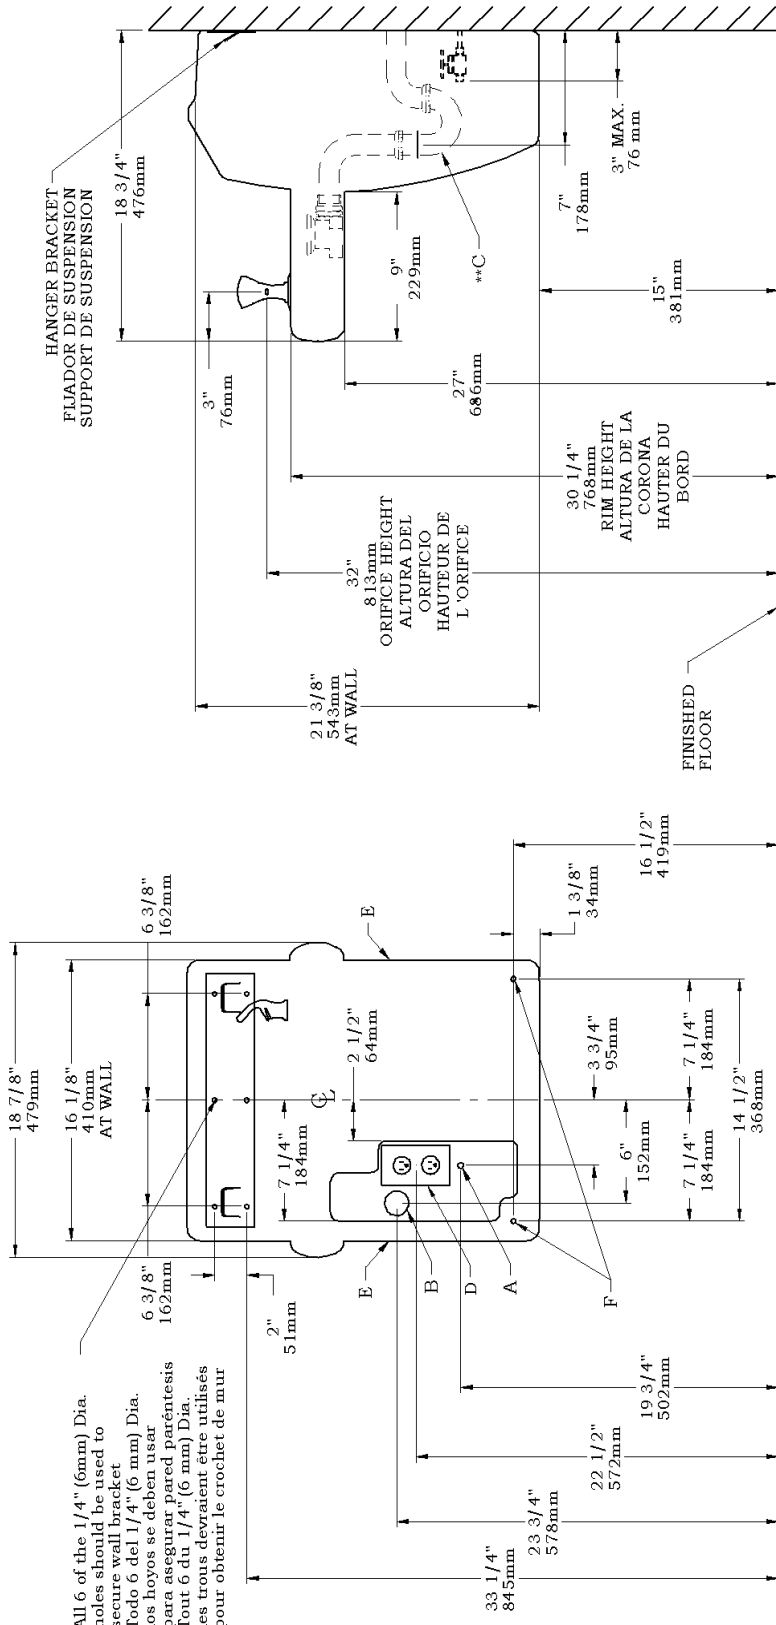
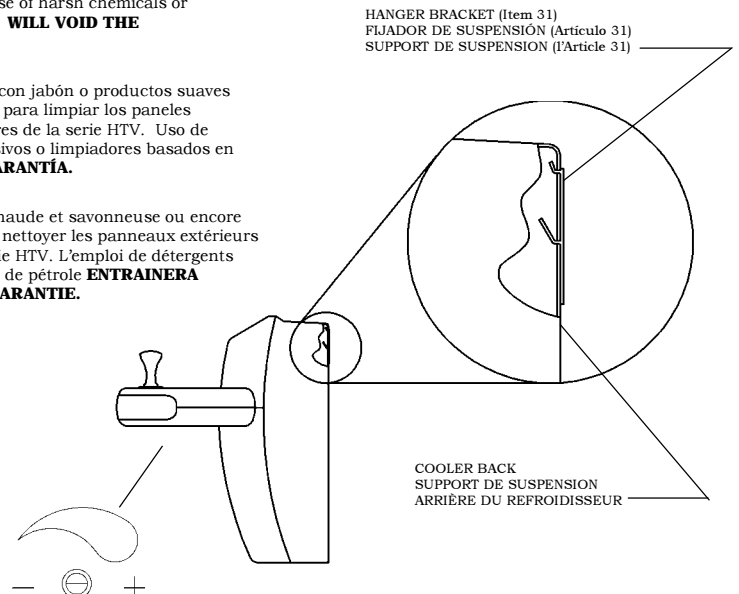

Fig. 2
Fig. 3
- 1) Remove hanger bracket fastened to back of each cooler by removing one (1) screw.
- 2) Mount the hanger brackets as shown in Fig. 2 & Fig 3.
- NOTE:** Hanger Bracket MUST be supported securely. Add fixture support carrier if wall will not provide adequate support. Anchor hanger securely to wall using all six (6) 1/4 in. dia. mounting holes.
- 3) Hang the cooler on the hanger bracket. Be certain the hanger bracket is engaged properly in the slots on the cooler back as shown in Figure 3.
- 8) Stream height is factory set at 35 PSI. If supply pressure varies greatly from this, adjust screw located under dispenser bottom (Item 36). See Fig. 3. CW adjustment will raise stream and CCW adjustment will lower stream. For best adjustment, stream should be 1 1/2" above bubbler hood. (See Fig. 9)
- 1) Quita gancho paréntesis abrochó para apoyar de más fresco quitando uno (1) tornillo.
- 2) Monta el paréntesis de gancho como mostrado en la Fig 2. & Fig 3.
- 8) La altura de la corriente es el conjunto de la fábrica en 35 PSI. Si la presión del suministro varía magníficamente de esto, ajusta el tornillo localizado bajo el fondo de dispenser (Artículo 36). Vea Fig. 3. El ajuste de CW levantará la corriente y el ajuste de CCW bajará la corriente. Para mejor ajuste, la corriente debe ser 1 1/2" encima de capucha de bubbler. (Vea Fig. 9)
- 1) Enlève le crochet de cintre a attaché pour soutenir de plus frais en enlevant celui (1) la vis.
- 2) Monter le crochet de cintre selon la Figure 3.
- 3) Accrochez le refroidisseur au support de suspension. Vérifiez que le support de suspension est correctement inséré dans les fentes situées au dos du refroidisseur comme indiqué sur la Figure 3.
- 8) La hauteur de ruisseau est la série d'usine à 35 PSI. Si la pression de provision varie fort de ceci, ajuster la vis localisée sous le fond de distributeur (l'Article 36). Voir la fig. 3. L'ajustement de CW élèvera l'ajustement de ruisseau et CCW abaissera le ruisseau. Pour le meilleur ajustement, le ruisseau devrait être 1 1/2" au dessus du capuchon de bubbler. (Voir la fig. 9)